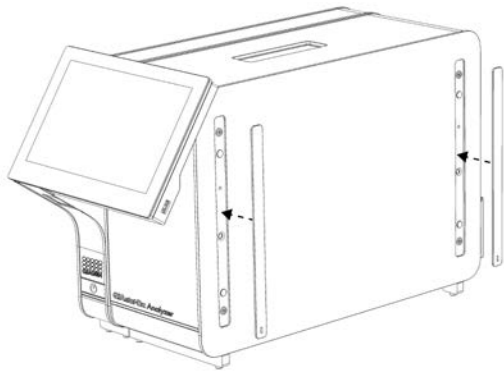

Рис. 7. Повторное прикрепление защитных накладок.
4. Снова прикрепите защитные наклейки к боковой стороне аналитического модуля (рис. 7).